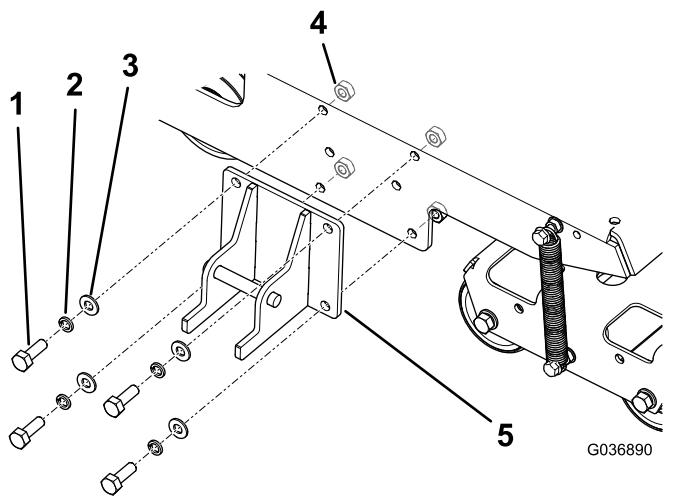

Bild 4
1. Montieren Sie die Arretierhalterung am Rahmen der Maschine, wie in Bild 4 abgebildet.